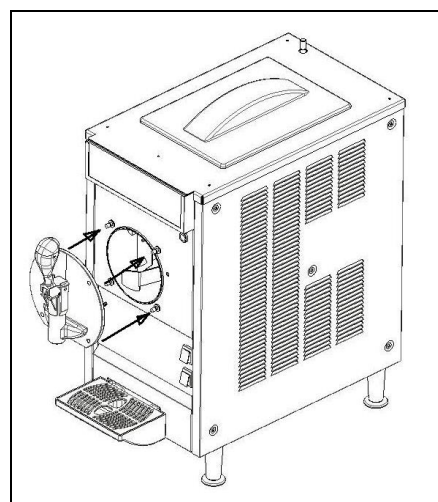

Fig. 22
- Lubrificare accuratamente la guarnizione di tenuta della flangia frontale e rimontarla facendo in modo che il perno di centraggio dell'agitatore vada ad accoppiarsi alla sua sede (fig.22).